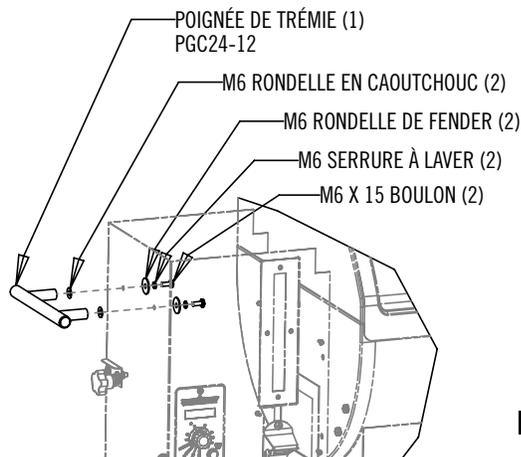

FIG. 4
la Fig. 4. S'assurer que le joint de la cheminée est placé entre le barbecue et la cheminée.
1. Installez la poignée de la trémie comme indiqué sur la Fig. 4.